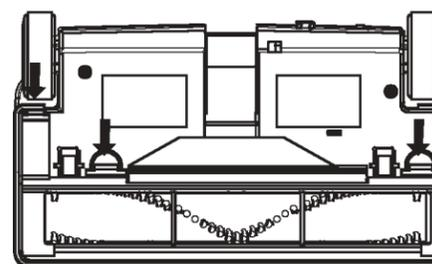

Figure 6
2. Pressez les 3 agrafes à ressort (comme indiqué par les flèches à la Figure 6) et retirez le capot de la brosse.